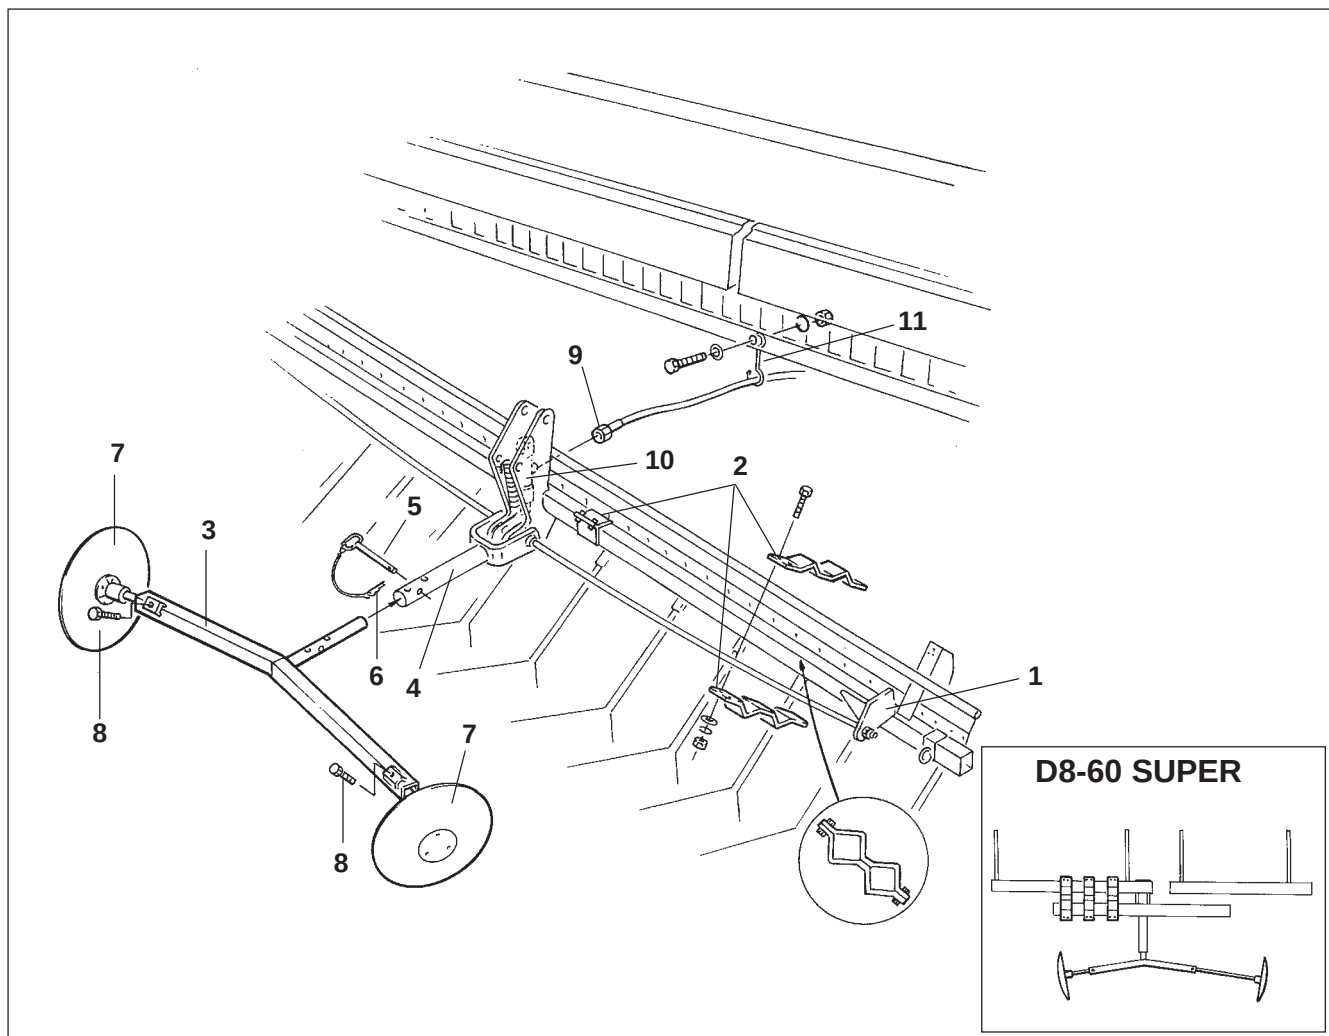

Рис. 14.3
- Навесная несущая балка (Рис. 14.3/1) с крепежной планкой (Рис. 14.3/2) закреплены на стороне.
На сеялках D8-60 супер необходимо навесную несущую балку укреплять придвинув к левому выравнивателю типа "экзакт" (Рис. 14.3).
- Несущую балку дисков маркера (Рис. 14.3/3) воткнуть в переходник (Рис. 14.3/4) и закрепить стопорным болтом (Рис. 14.3/5) и пружинным штекером (Рис. 14.3/6).
- Диски маркера (Рис. 14.3/7) воткнуть в несущую балку (Рис. 14.3/3) и зажать винтом (Рис. 14.3/8).
- Гидравлический шланг (Рис. 14.3/9) подсоединить к гидравлическому цилиндру (Рис. 14.3/10).